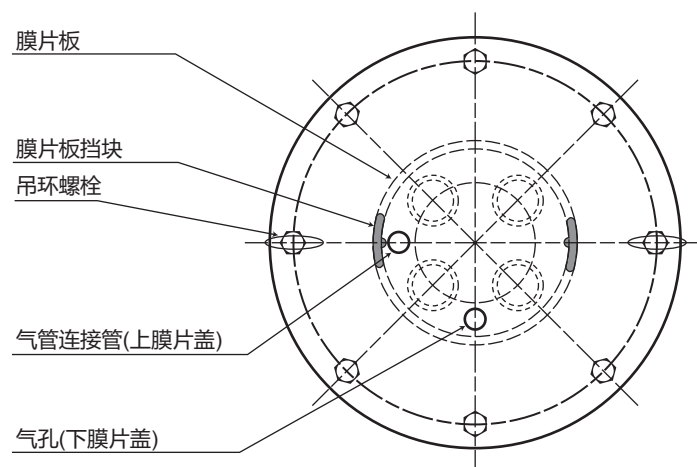

图 4-6 正作用
- (1) 使用 4 个螺栓将膜片盖(下)固定到支架上。同时,如图 4-6 所示设定气孔。对于 PSA1D 执行机构,将弹簧座固定到膜片盖及支架上。
- (2) 固定弹簧座位置,然后将弹簧安装到弹簧座上。(参见图 4-6)。
- (3) 将执行机构连杆(连接着膜片)插入衬套。请防止衬套内侧或防尘圈被连杆的螺纹部分损坏。如果可能的话,请用胶带覆盖螺纹部分。
- (4) 转动执行机构的连杆,将膜片板挡块放在如图 4-6 所示的位置。
- (5) 放置上膜片盖,然后用一对吊环螺栓对其进行固定。
注:将气管连接口设定到如图 4-6 所示的位置。交替均匀地拧紧一对吊环螺栓。拧紧这对螺栓可完成弹簧的初始定位。